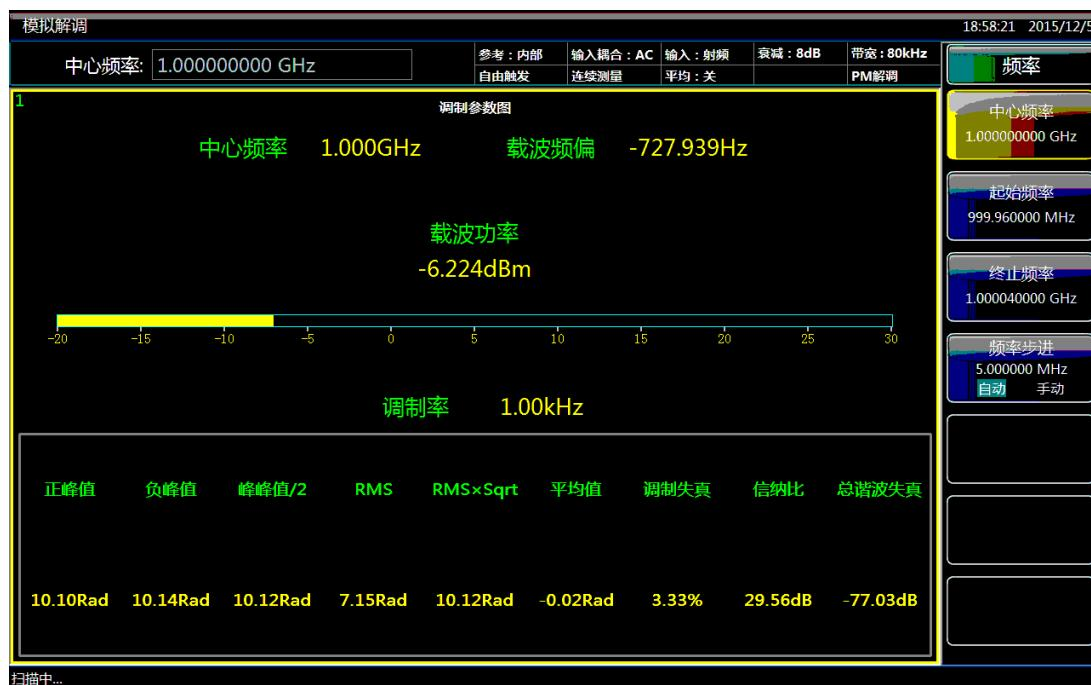

图 4.22 ΦM 信号测量结果
- i) 当测量完成后，正峰值检波方式测得的调制相偏、速率、失真和信纳比的测量结果就会同时显示在屏幕上。屏幕的下方会显示当前的测量设置。如图 4.22 所示：
k) 各种检波方式下的测量结果如图4.22所示。